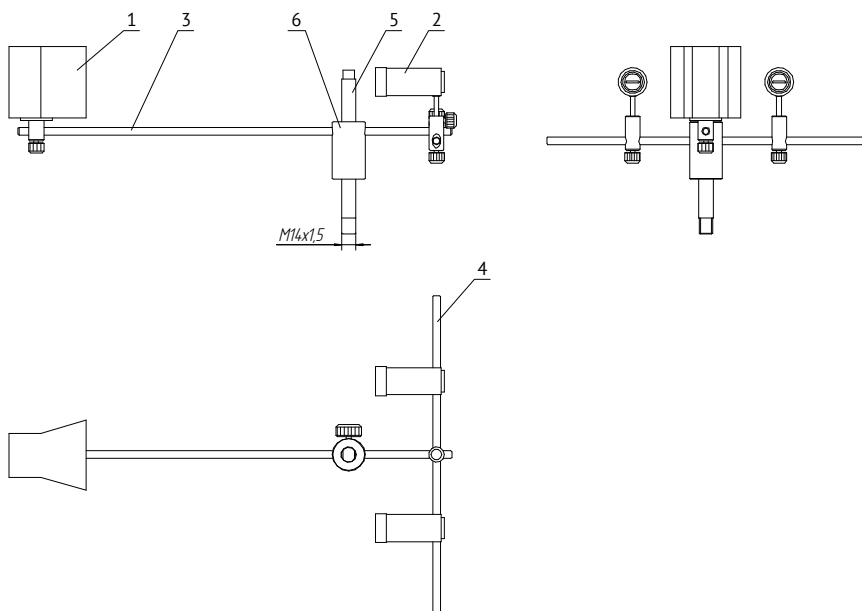

Рис. 9. Устройство для наблюдения за положением поршня.
6.20 На заднюю часть основания устройства для наблюдения за положением поршня (поршней) навинтите стойку 5 (рис. 9).
6.21 На стойке 5 зафиксируйте втулку 6 (рис. 9).
6.22 На один край стержня 3 (рис. 9) закрепите экран 1, а на другой край установите стержень 4 с осветителями 2 (как показано на рис. 9). Расположение осветителей отрегулируйте таким образом, чтобы на шкале экрана 4 был виден контур грузов. В случае необходимости допускается перемещать направляющий стержень 4 с осветителями 2 вдоль стержня 3.